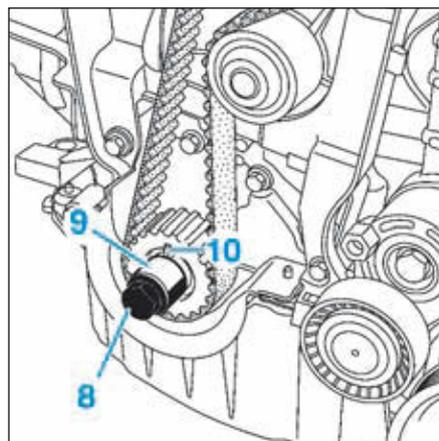

FIG.9
- Reposer l'ancienne vis (8) de la poulie de vilebrequin équipée d'une entretoise (9) (Fig.9).
- Tourner le vilebrequin à l'aide de l'ancienne vis de la poulie de vilebrequin dans le sens horaire (côté distribution), jusqu'à ce que la clavette du pignon de distribution de vilebrequin (10) soit quasiment verticale, orientée vers le haut.